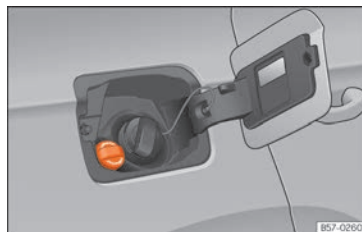

Abb. 207 Verschlussdeckel des AdBlue-Tanks
- Öffnen Sie die Tankklappe »» **Abb. 207.**
- Verschlussdeckel SCR-Einfüllstutzen nach links drehen »» **Abb. 207.**